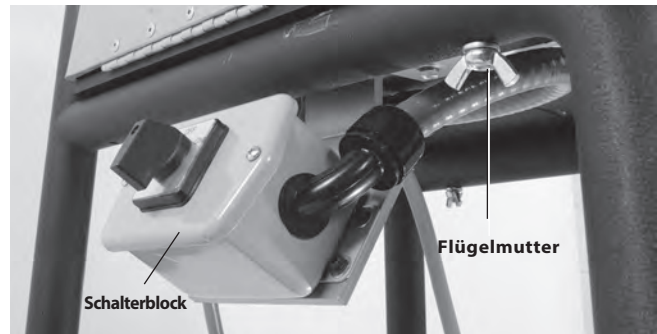

Abbildung 5 – Montage des Rollnutgeräts am Dreibein-Untergestell
4. Befestigen Sie das Rollnutgerät mit der Grundplatte mit 4 (vier) Sechskantschrauben $\frac{3}{8}$ Zoll – 16 x $2\frac{1}{2}$ Zoll, Unterlegscheiben und Flügelmuttern am Dreibein-Untergestell (*Abbildung 5*). Setzen Sie den Schalterblock vorsichtig unter dem Holm an. Zum Ausrichten der Grundplatte müssen unter Umständen die Beine verschoben werden.